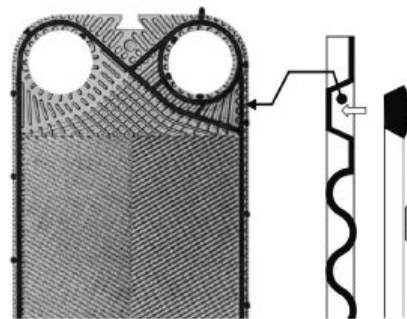
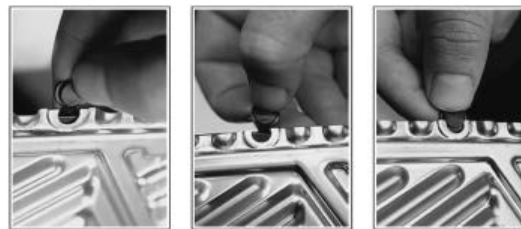

Fig.6
Fig.7
- Fije las juntas a las placas (Fig. 6), preste atención a que los canales detectores de fugas de fluido, para recoger las fugas de fluido "A", estén orientadas hacia arriba, procurando colocar correctamente los Plug-In en sus ubicaciones (Fig. 7). Compruebe que la junta esté correctamente colocada en la ranura y gire la placa para comprobar que todos los Plug-In® estén